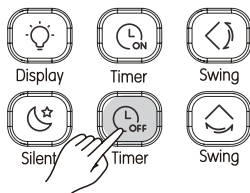

Рисунок 3.18
- ② Нажмите  для регулировки настроек таймера;
- ③ После завершения регулировок таймера, информация по настройке таймера будет отправлена на внутренний блок.
- ① Нажмите  (см. Рис. 3.18), на пульте ДУ отобразится «Время выключения» [Timer Off], а в поле таймера появится «0.0H». Установите время выключения по таймеру;